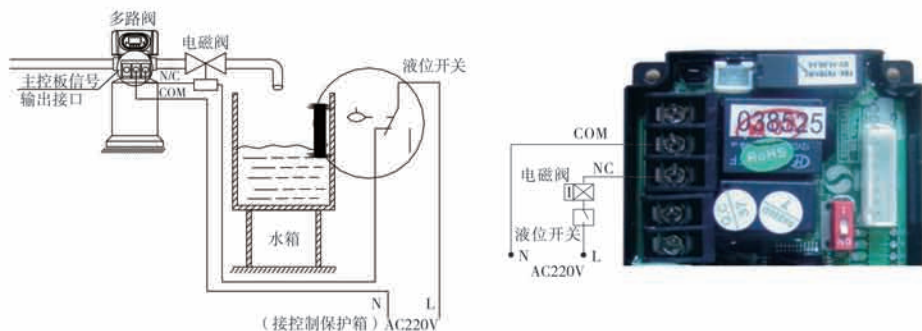

图3-2 控制出口电磁阀的接线图
**应用说明：**当需要出水口在冲洗过程中无未经过滤的水流出时（主要是旋转过程中无未经过滤的水流出。控制阀到达反洗等各工位时，出水口自动无未经过滤的水流出），可在出水口加装电磁阀，其接线方式如图3-2所示：